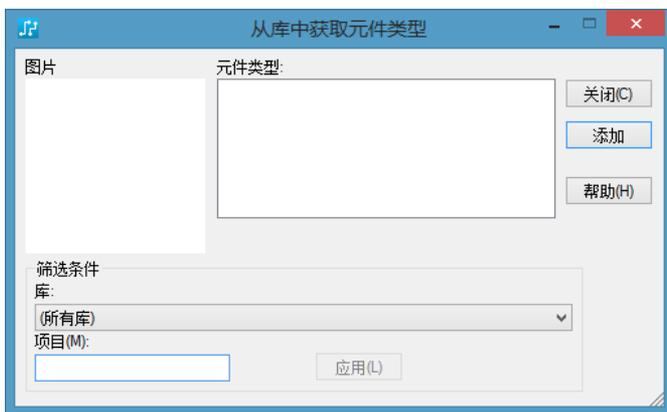

图 14-8 “从库中获取元件类型”窗口
(2) 单击 ECO 工具栏中的图标按钮，进入增加元器件工具模式，则弹出如图 14-8 所示的窗口。